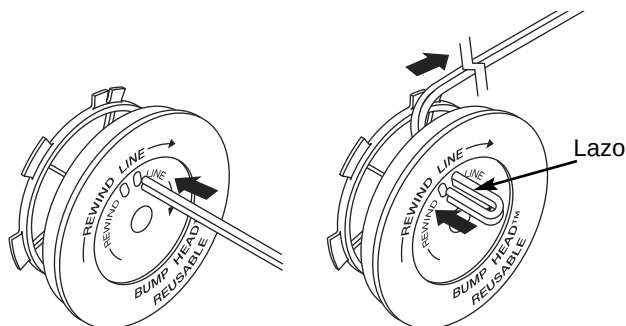

Fig. 20
8. Tome aproximadamente 2,5 m (8 pies) de nueva l'nea de corte. Inserte un extremo de la l'nea a travŁs de uno de los orificios del carrete interior (Fig. 20). Pase la l'nea a travŁs del carrete interior hasta que queden s—lo 4 pulgadas fuera.
9. Inserte el extremo de la l'nea en el orificio abierto del carrete interior y tire de la l'nea en forma ajustada a fin de que el lazo sea lo mŁs peque—o posible (Fig. 20).